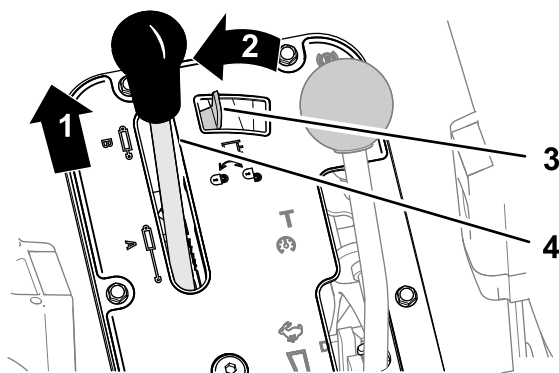

図 90
2. 油圧昇降レバーロック装置を左へ動かすとロックする 図 89 または 図 90。